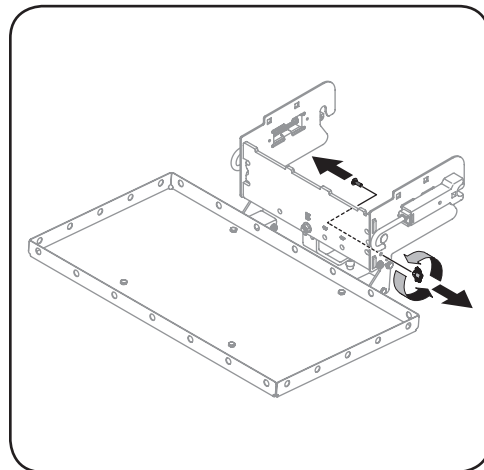

Figura 1-12
13. Para voltear para arriba el portacargas, primero retire la tuerca mariposa y tornillo de carro que mantienen el portacargas nivelado y paralelo al suelo. Vea la Figura 1-12.